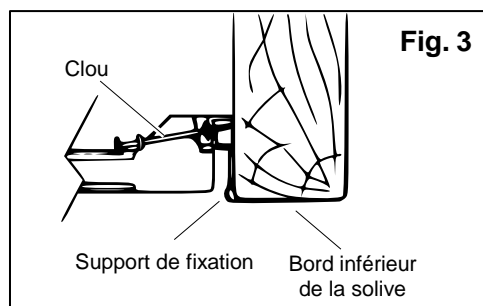
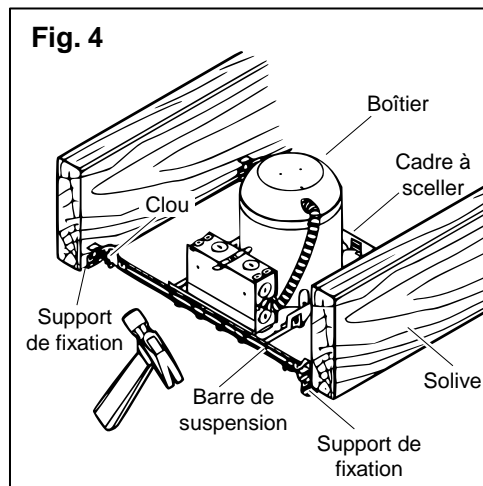

Fig. 3
Fig. 4
2. Soulevez la niche avec barres de suspension vers l'emplacement désiré entre les deux solives de plafond. Ajustez la largeur des deux barres de suspension en fonction de la distance qui sépare les deux solives. Placez le luminaire de manière que les supports des barres de suspension reposent contre le bord inférieur des solives. Enfoncez les clous des barres de suspension dans les solives à l'aide d'un marteau pour fixer le luminaire en place. **(FIG. 3 et FIG. 4)**